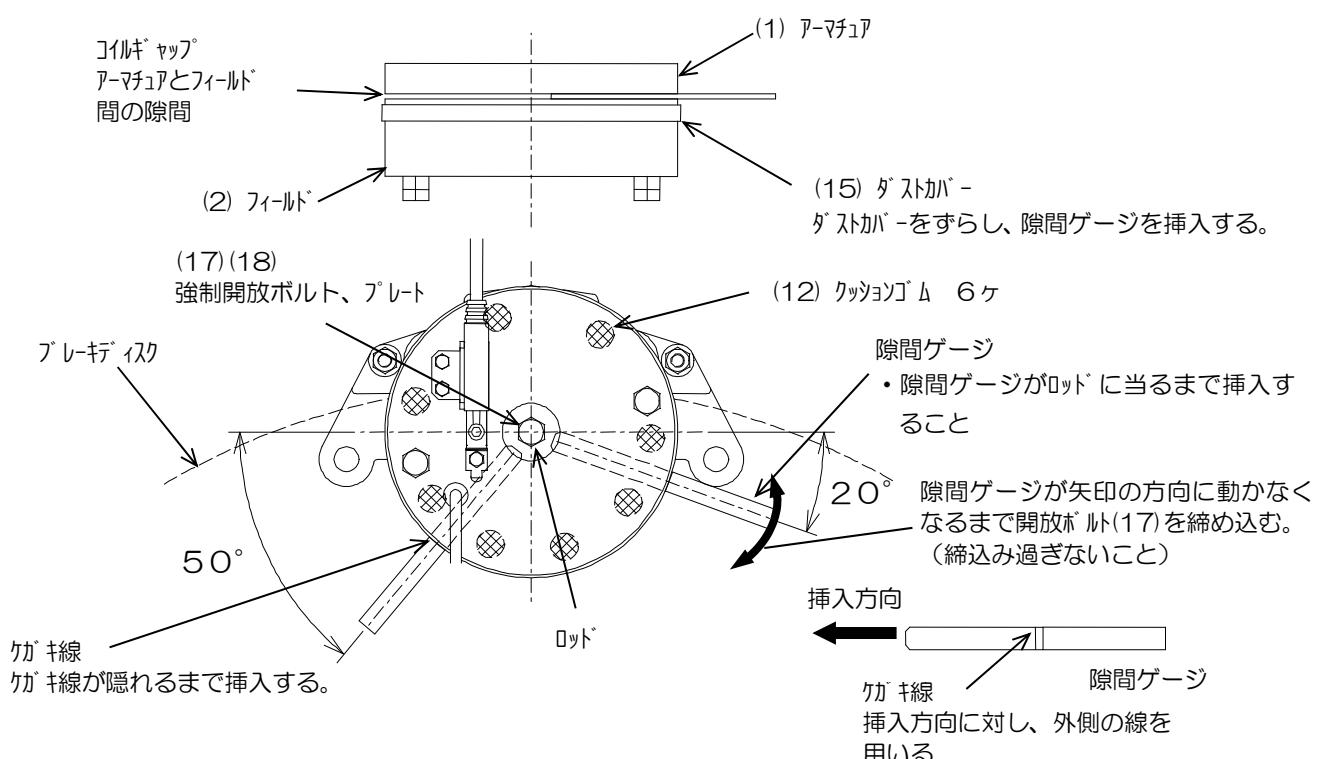

図6 隙間ゲージの挿入要領
②アーマチュア(1)とフィールド(2)の間に $0.12t$ の隙間ゲージを挿入する。
- 隙間ゲージ挿入要領 図6を参照のこと。(※2ヶ所から同時に挿入する。)
③強制開放ボルト(17)、プレート(18)を取り付け、強制開放ボルト(17)を締め込む。
④ブレーキスイッチが動作していることを確認する。
- ③を終えた状態で、スイッチが動作していることを確認する。
⑤強制開放ボルト(17)を緩める。
・隙間ゲージ挿入要領 図6を参照のこと。(※2ヶ所から同時に挿入する。)